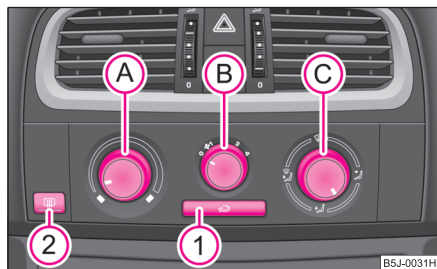
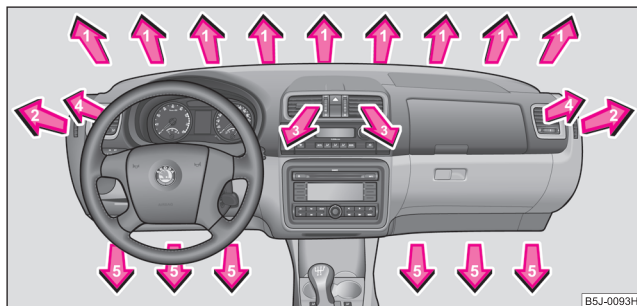

Fig. 93 Chauffage:
Fig. 94 Diffuseurs d'air
- Faites tourner le régulateur rotatif (A) ⇒ fig. 93 vers la droite pour augmenter la température.
- Faites tourner le régulateur rotatif (A) vers la gauche pour abaisser la température.
- Régulateur rotatif (A) → page 80, fig. 93 à fond vers la droite,
- Bouton (B) du ventilateur sur position 3,
- Régulateur de diffusion d'air (C) sur la position ,
- Ouvrir le diffuseur d'air 4 → page 82, fig. 94 et le diriger vers la vitre latérale.
- Régulateur rotatif (A) → page 80, fig. 93 à fond vers la gauche,
- Bouton (B) du ventilateur sur la position souhaitée,
- Ouvrir les diffuseurs d'air 3 et 4 → page 82, fig. 94.
- Appuyez sur la touche , le symbole  s'allume → page 80, fig. 93.
La circulation d'air de recyclage s'arrête automatiquement si l'on met le régulateur de diffusion d'air (C) sur la position  → page 80, fig. 93. En réappuyant plusieurs fois sur la touche , vous pouvez réenclencher le recyclage de l'air dans cette position également. ►
Le régulateur de répartition d'air (C) vous permet de régler l'arrivée d'air dans chaque diffuseur → page 80, fig. 93. Les diffuseurs d'air 3 et 4 peuvent être ouverts et fermés séparément.
Selon la position du régulateur rotatif (A) → page 80, fig. 93 et les conditions climatiques, l'air sortant des diffuseurs ouverts est réchauffé ou non. ■